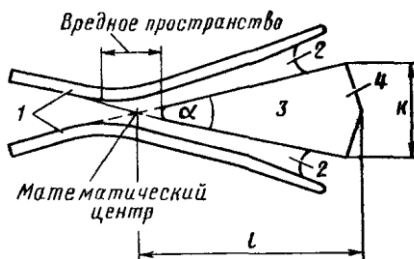

Рисунок 6 – Схема крестовины:
**Крестовина** (рисунок 6) – часть *стрелочного перевода* или *глухого пересечения* путей, служащая для прохода колесных пар в местах пересечения двух рельсовых нитей. Различают острые и тупые крестовины. Острая состоит из сердечника и двух усювиков. Точка пересечения рабочих кантов сердечника называется математическим центром (МЦ). Отношение ширины сердечника  $k$  к его длине (до математического центра)  $l$  называют *маркой сердечника крестовины* (или стрелочного перевода).